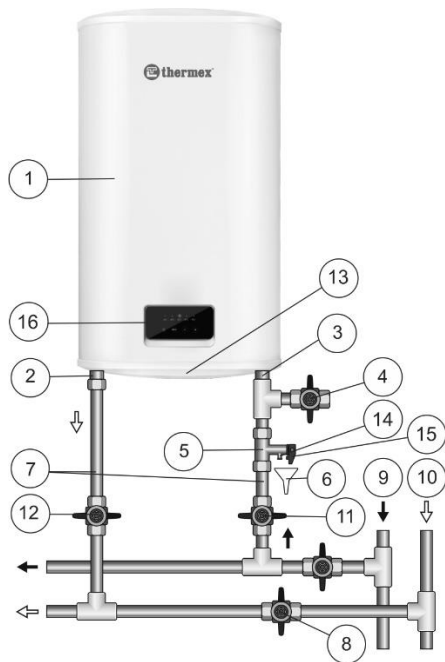

Рисунок 1. Схема подключения ЭВН к водопроводу в вертикальном положении
Внутренний бак имеет специальное биостеклофарфоровое покрытие, надежно защищающее внутреннюю поверхность от химической коррозии и, как следствие, длительный срок эксплуатации. Пространство между внешним корпусом и внутренним баком заполнено пенополиуретаном - современной, экологически чистой теплоизоляцией, обладающей наилучшими характеристиками теплосбережения. Модели Optima имеют два резьбовых патрубка: для входа холодной воды (Рис. 1, п. 3) с синим кольцом и выхода горячей воды (Рис. 1, п. 2) - с красным кольцом. На лицевой стороне ЭВН во всех моделях находится панель управления (Рис. 1, п. 16).
Предохранительный клапан (Рис. 1, п. 5) выполняет функции обратного клапана, препятствуя попаданию воды из водонагревателя в водопроводную сеть в случаях падения в последней давления и в случаях возрастания давления в баке при сильном нагреве воды, а также функции защитного клапана, сбрасывая избыточное давление в баке при сильном нагреве воды. Во время работы водонагревателя вода может просачиваться из выпускной трубы предохранительного клапана для сброса излишнего давления, что происходит в целях безопасности водонагревателя. Эта выпускная труба должна оставаться открытой для атмосферы и быть установлена постоянно вниз и в незамерзающей окружающей среде.
Необходимо обеспечить отвод воды из выпускной трубы предохранительного клапана (Рис. 1, п. 14) в канализацию, предусмотрев при монтаже ЭВН соответствующий дренаж (Рис. 1, п. 6).
Необходимо регулярно (не реже одного раза в месяц) проводить слив небольшого количества воды через выпускную трубу предохранительного клапана в канализацию для удаления известковых осадков и для проверки работоспособности клапана. Для открывания клапана он снабжен ручкой (Рис. 1, п. 15). Необходимо следить, чтобы во время работы ЭВН эта ручка находилась в положении, закрывающем слив воды из бака.
Установить предохранительный клапан (Рис. 1, п. 5) на входе холодной воды (Рис. 1, п. 3), помеченном синим кольцом, закрутив на 3,5 - 4 оборота, обеспечить герметичность соединения любым уплотнительным материалом (льном, лентой ФУМ и др.).
- В вертикальном положении в соответствии с Рис. 1 с выходом патрубков снизу